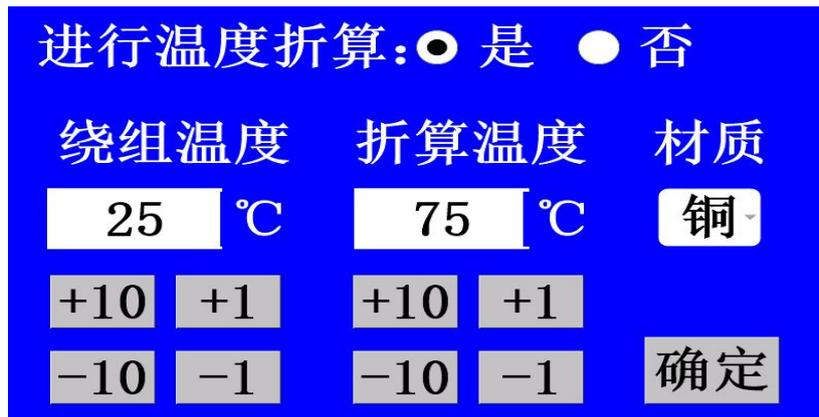

图 4
- 在量程选择界面中点击“温度折算”选项，进入界面后如点击“是”可以任意设置被试品的绕组温度、折算温度、材质等，如无需设置温度折算点击“否”。设置完成后点击“确定”保存数据，数据保存后液晶屏自动返回至量程选择界面。如图 4 所示：